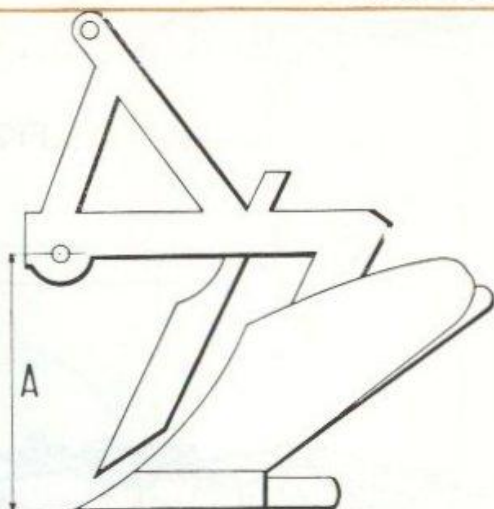

FIG. 44
- Distance A (fig. 44) séparant les chevilles d'attelage de la pointe de l'outil, supérieure à 550 mm.